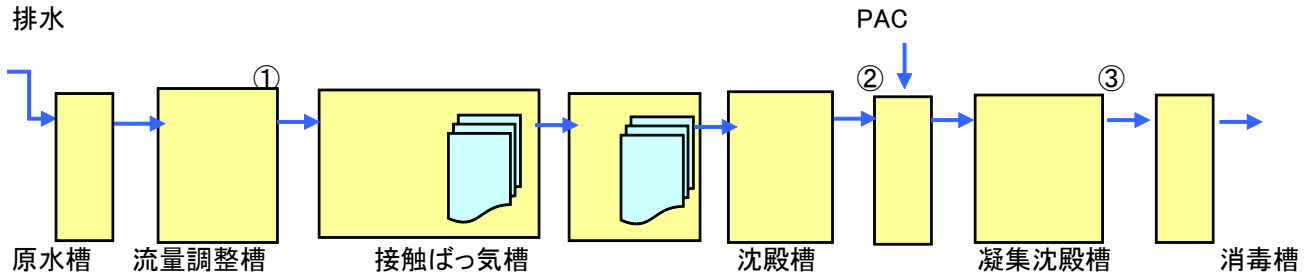

図1 排水処理工程図
当該処理施設は 420 人槽で計画されたが、現在の入居者は約 100 人、排水量は 34m³/日である。当該施設の処理工程図を図 1 に示す。この施設は 33m³ と 22m³ の接触ばっ気槽を直列に 2 槽備えている。その下流側には沈殿槽を設け、ここで剥離した生物膜を沈降、除去している。その後 PAC を注入して、凝集沈殿を行い、SS やリン等を除去する仕組みになっている。そして最終工程で、塩素消毒を行い、放流している。
当該施設における接触ばっ気槽 1 槽目の DO は 5.7~6.4mg/L、2 槽目は 3.3~3.4mg/L であり、適切に管理されていた。図 1 に示す①から④の地点で採水し、持ち帰って BOD、SS、TN、TP 等を分析した。結果を表 1 に示す。ただし、④は塩素消毒を行うのみであるため、分析結果については割愛した。